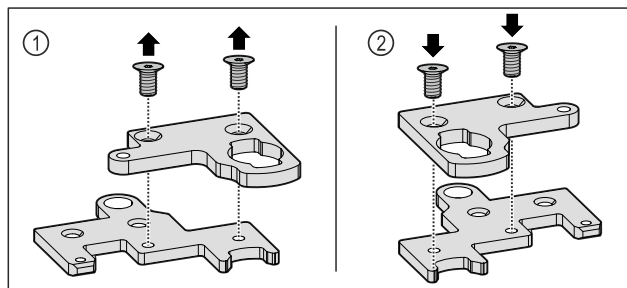

Fig. 34
- Ta isär den tvådelade gångjärnsvinkl. Fig. 34 (1)
- Sätt ihop den tvådelade gångjärnsvinkl. vriden 180° igen. Fig. 34 (2)